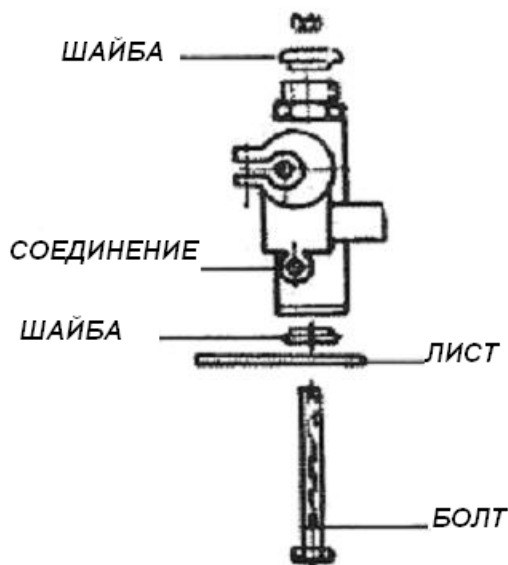

РИС.1
3. Закрепите образец (шаблон): сделайте отверстие д. 10.5мм в шаблоне (для заготовок в пределах до 300мм), согласно рис.1.